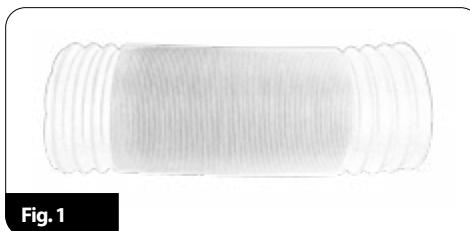

Fig. 1
- Trekkt de ytre bøylene i begge ender av utløpsrøret for varmluft (15), slik at utstyret enkelt kan skrus sammen (fig.1).